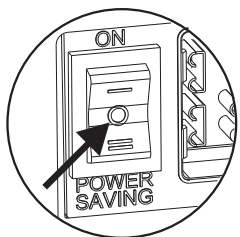

Figura 1
- Prima di installare l'AC Master controllare che l'interruttore principale sia posizionato su OFF ("0") (figura 1).